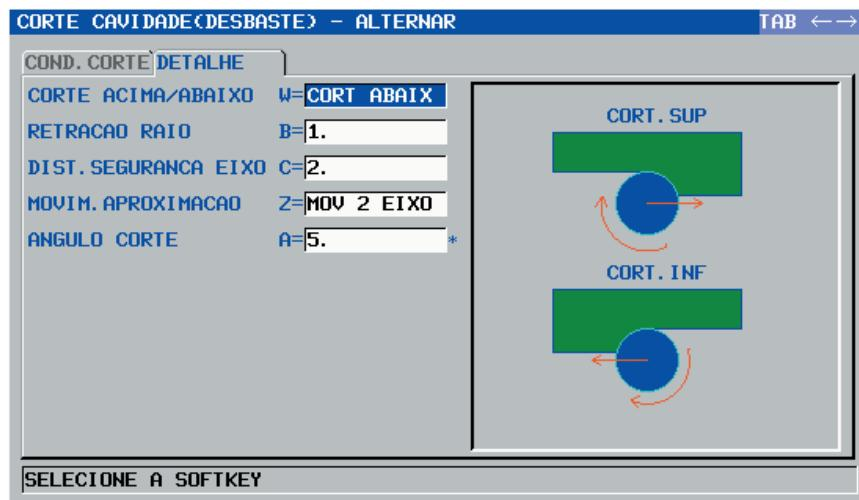

Figura 37 - Janela “DETALHE” - Ciclo de Cavidade
- Preencher os campos conforme a figura 37